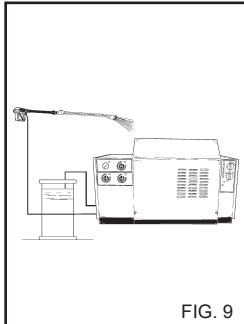

FIG. 9
3) Spola ur intag-sledningen efter användning av rengöringsmedel genom att lägga inloppsslangen i en (fig. 9) i en tank med rent vatten och köra pumpen under en minut med doseringsventilen helt öppen och munstycket sprutklart. Up-prepa det tidigare momentet genom att vrida väljaren för val av rengöringsmedel först till läge "1" och sedan till läge "2".
5) Spola ur intag-sledningen efter användning av rengöringsmedel genom att lägga inloppsslangen i en (fig. 9) i en tank med rent vatten och köra pumpen under en minut med doseringsventilen helt öppen och munstycket sprutklart. Upprepa det tidigare momentet genom att vrida väljaren för val av rengöringsmedel först till läge "1" och sedan till läge "2".